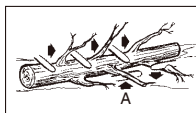

Fig. 12
L'eliminazione dei rami è il processo di rimozione dei rami da un albero abbattuto. Non rimuovere i rami di appoggio (A) fino a quando il tronco non viene tagliato in lungo (Fig. 12). I rami sotto tensione devono essere tagliati dal basso verso l'alto per evitare che la motosega si inceppi.